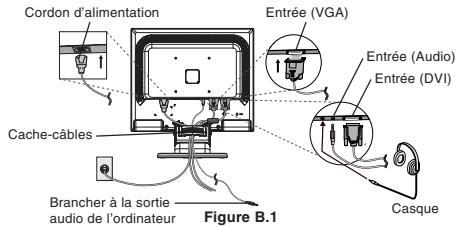

Figure B.1
- Reliez tous les câbles au connecteur approprié à l'arrière du moniteur (Figure B.1). Branchez les écouteurs (non fournis) au connecteur approprié à l'arrière du moniteur si nécessaire (Figure B.1).
- Pour attacher le cache-câbles, insérez ses attaches dans les trous sur le support et faites-le coulisser vers le bas (Figure B.1), en vous assurant que les attaches sont solidement fixées.